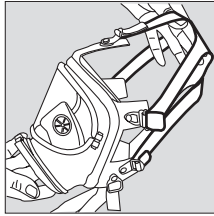

Fig. 2
- Jalar las cintas del atalaje de la cabeza hasta su tope (abrir) (fig. 2).